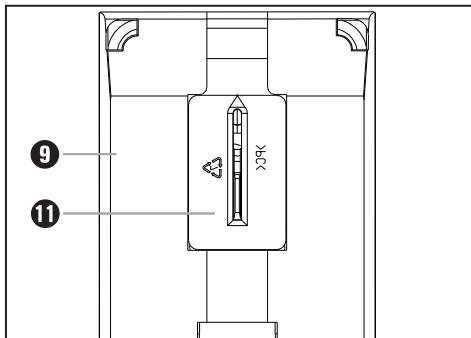

Abb. 1: Spanreißschutz montieren
- ◆ Drücken Sie den Spanreißschutz **⑪** von unten in den Gleitschuh **⑨**, bis er spürbar einrastet (Pfeil nach oben). Die ▲ - Markierung des Spanreißschutzes **⑪** weist in Richtung der Vorderseite des Gerätes (siehe auch Abb. 1).